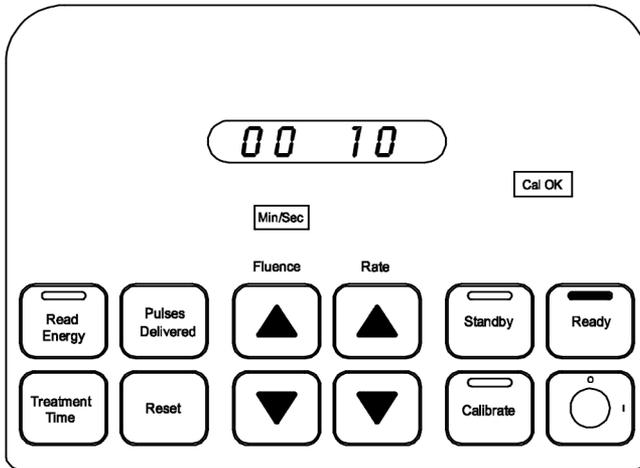

图11
7. 准分子激光系统在发射激光时会储存总治疗时间。要检索治疗时间，则停止激光发射并按下 Treatment Time（治疗时间）按钮。Min/Sec（分/秒）指示灯亮起，且显示窗显示总治疗时间。（图 11）